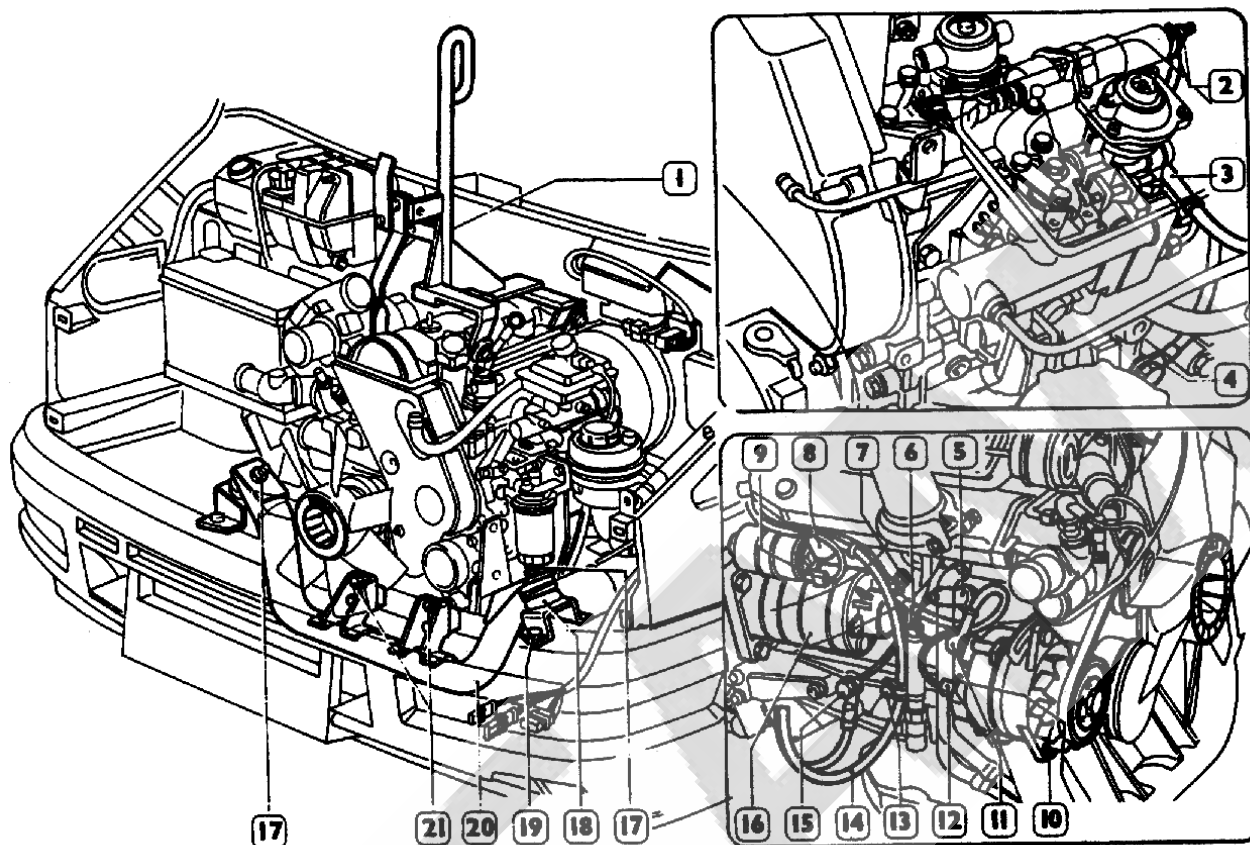

Figura 4
2. Remover el motor de arranque (16 de la figura 4).
3. Remover la protección inferior (3) de la caja de cambios. Aflojar el tornillo (2) de fijación y retirar la protección superior (1).
7. Abrir el anillo traba (6) del bancal de embrague (4), utilizando un alicate apropiado. Al mismo tiempo, otro mecánico debe retraer la caja de cambios hasta que el árbol de entrada salga de las estrías del disco de embrague.